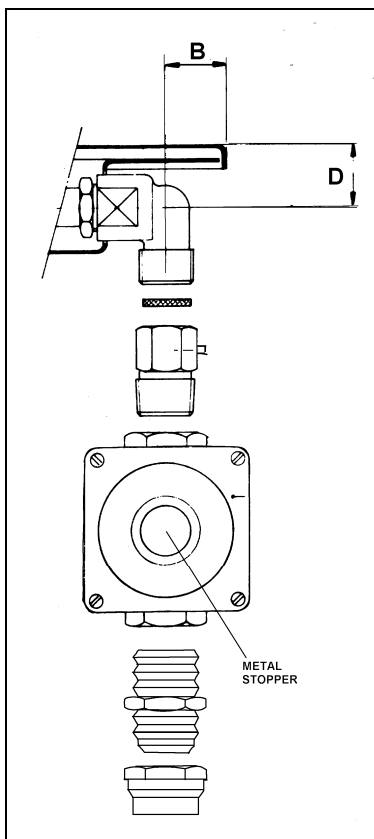

Fig.5A
4. Pour les modèles LPG la ligne de distribution de gaz est connectée au régulateur qui est fourni séparément. Le branchement d'entrée a un filetage mâle de 1/2" B.S.P (filetage Whitworth pour tuyaux). IL EST ESSENTIEL QUE LE COUDE SUR L'APPAREIL SOIT FERMEMENT RETENU AVEC UNE CLE LORSQU'ON BRANCHE L'ALIMENTATION. NE PAS SERRER. La pression réglée pour LPG est de 11" colonne d'eau. (Voir Fig. 5A).
5. Pour les modèles GN (gaz naturel) la ligne de distribution de gaz est connectée au régulateur qui est fourni séparément. Le branchement d'entrée a un filetage mâle de 1/2" B.S.P. (filetage Whitworth pour tuyaux). IL EST ESSENTIEL QUE LE COUDE SUR L'APPAREIL SOIT FERMEMENT RETENU AVEC UNE CLE LORSQU'ON BRANCHE L'ALIMENTATION. NE PAS SERRER. La pression réglée pour GN est de 4" colonne d'eau (Voir Fig. 5A).
6. Pour la position d'entrée du gaz de l'appareil, référez-vous à la Fig 5A et 5B. Après avoir installé l'alimentation du gaz et après avoir effectué tous les branchements, contrôlez soigneusement les éventuelles fuites. Tournez tous les boutons de commande de l'unité sur la position 'OFF'. Ouvrez la valve sur l'alimentation du gaz. En utilisant une solution avec du savon et de l'eau contrôlez tous les branchements du gaz, un après l'autre, en frottant la solution sur le raccord. La présence de bulles indiquera une fuite. Serrer le raccordement et recontrôlez les fuites. Au cas où il ne serait pas possible de corriger la fuite, remplacez le raccord. Pour n'importe quelle circonstance utilisez des allumettes ou des flammes pour vérifier les fuites.
Avant d'effectuer n'importe quel travail d'entretien, débranchez l'appareil de l'alimentation gaz et électrique. Pour le Gaz Naturel utilisez le régulateur illustré en Fig. 5A. Pour LP Gaz utilisez celui illustré en Fig. 5A.
- 1) Dévisser à la main le bouchon en plastique supérieur du régulateur (Fig. 5A).